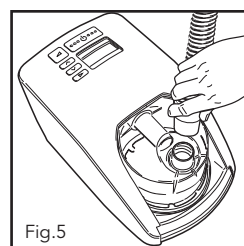
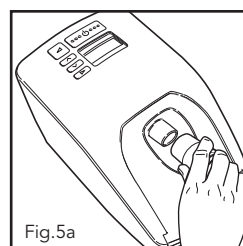

Fig.5
Fig.5a
4. Une des extrémité du circuit possède un connecteur en plastique blanc. Positionner ce connecteur sur la sortie de la chambre d'humidification situé sur le dessus de celle-ci (Fig. 5) ou Sortie de la PPC (Fig. 5a).